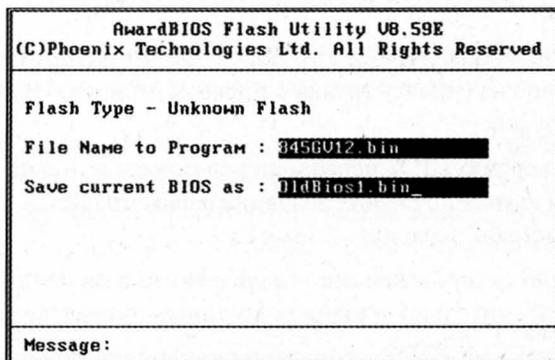

Рис. 15.9. Сохранение текущей прошивки в программе Awdflash
8. Чтобы сохранить старую прошивку, введите ее имя, например OLDBIOS.BIN в поле Save Current BIOS As и снова нажмите Enter (рис. 15.9).